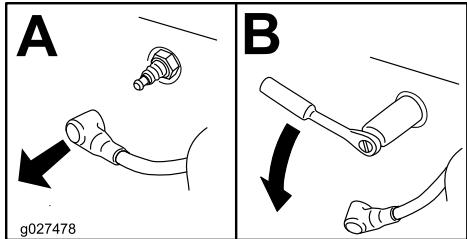

Figura 41
3. Rimuovete le candele come illustrato nella Figura 41.